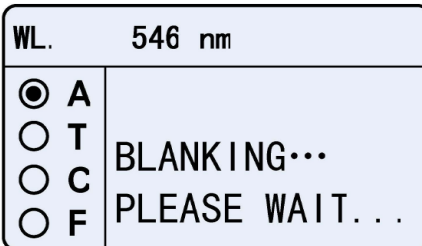

Fig. 4-2
3) Mueva la referencia hasta la luz, y pulse  para ajustar el 100%T (Fig.4-2).